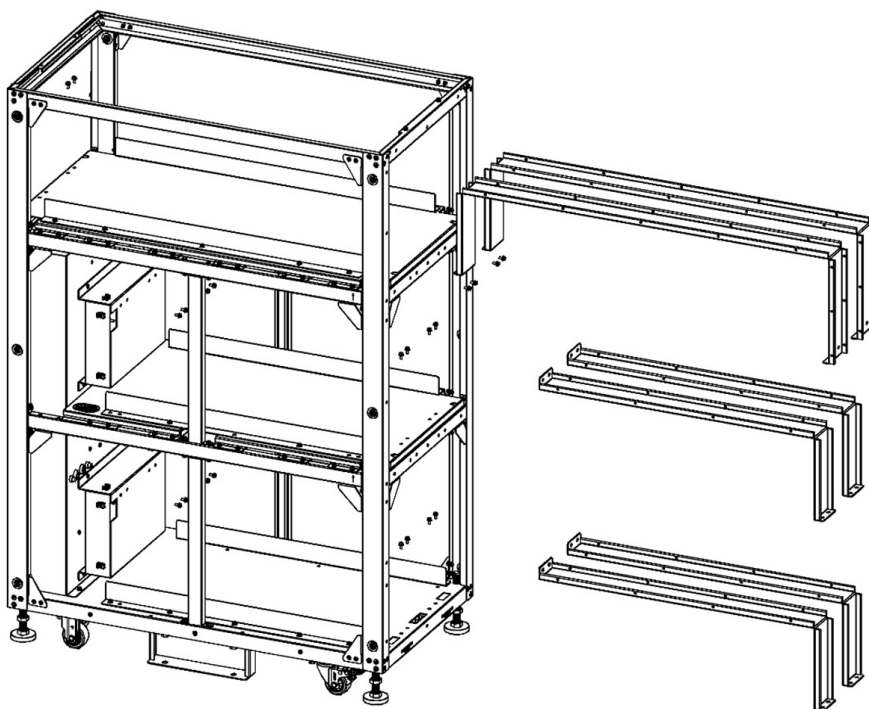

Figura 5-36A
3. Retire todos los tornillos de los seis soportes de retención de la batería y retire los soportes de retención (Figura 5-36A).